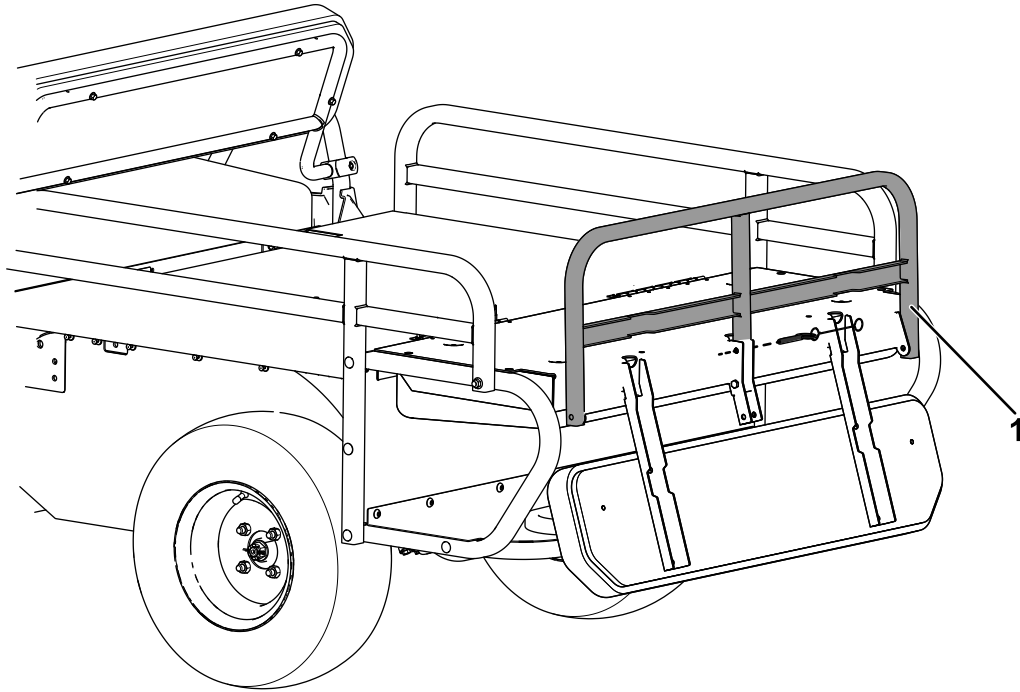

Bild 14
4. Klappen Sie die Rückenlehnenstütze nach oben und setzen Sie den Schnelllösestift ein, wie in Bild 14 abgebildet.